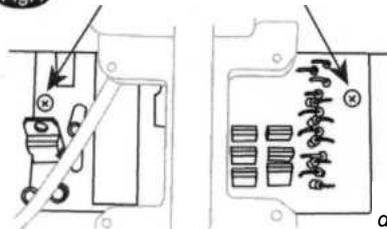

Fig.5
10. Entfernen Sie die Schrauben an der Steuereinheit und ziehen Sie die Einheit ab (Fig.5). Schrauben aufbewahren!